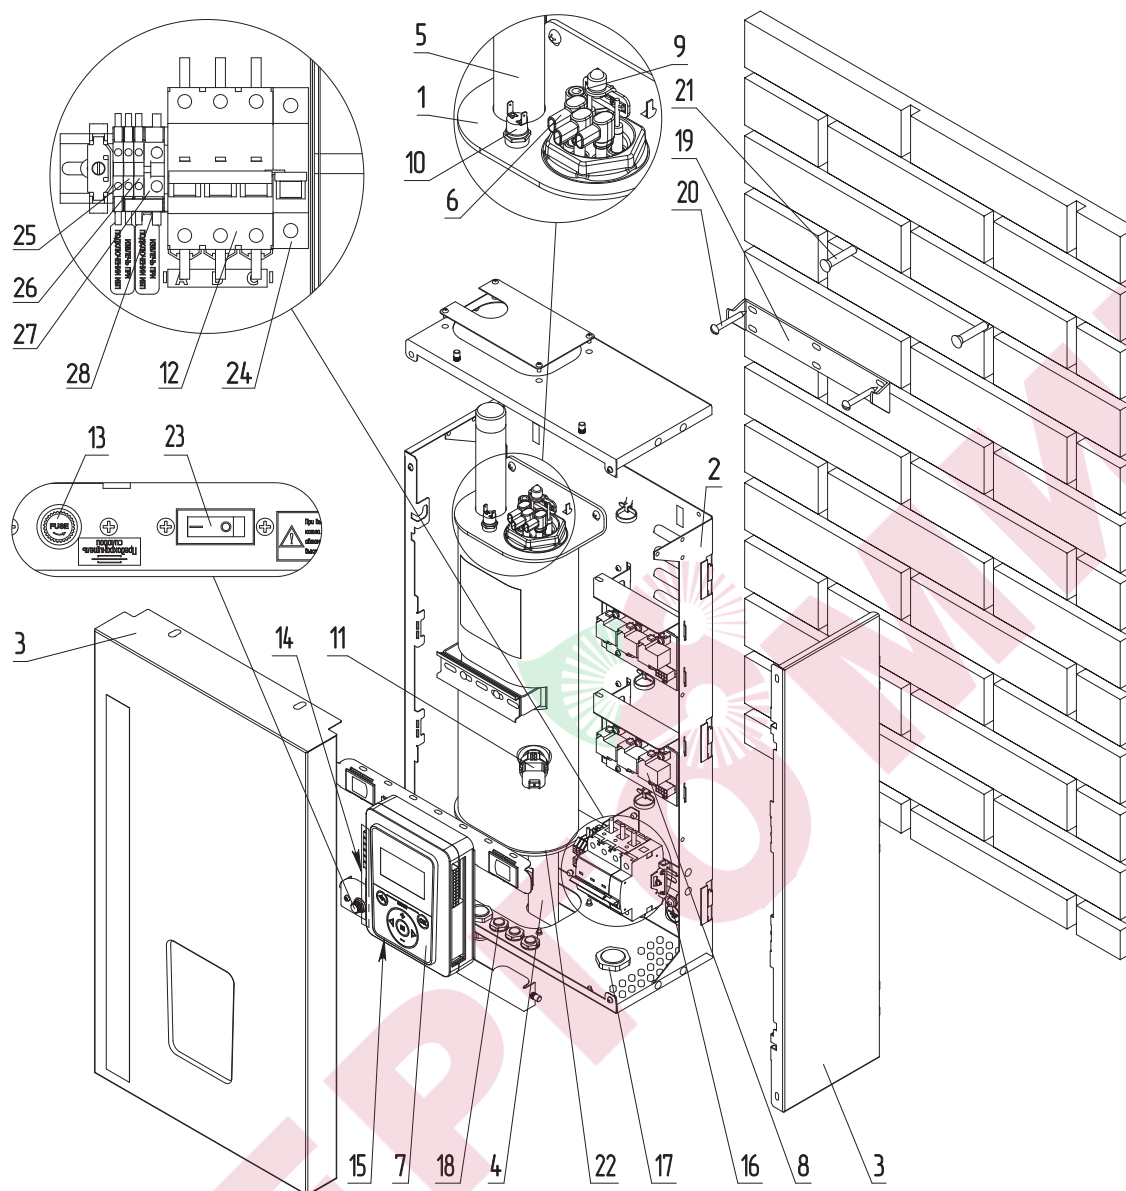

Рис.1 Устройство электрического котла ZOTA LUX-X 4,5-24 кВт
Закрепите настенный кронштейн на вертикальной поверхности в необходимом месте с помощью шурупов, входящих в комплект, и установите на него котел, как показано на **рис.1, 2, 3**.
- присоединить рабочий нулевой провод на клемму нейтраль (N) котла;
- защитный нулевой провод (РЕ) подключить на болт «ЗАЗЕМЛЕНИЕ» (**рис.1, 2, 3 поз.16**);
- включить вводной автомат (**рис.1, 2, 3 поз.12**) вместе с дистанционным расцепителем в верхнее положение;